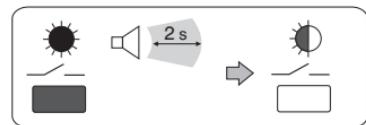

Abb. 8
- Halten Sie die **Taste "—" gedrückt**, bis ein einzelnes akustisches Signal ertönt; lassen Sie die Taste jetzt los: die **LED blinkt** (Abb. 8). Der neue Sender (in Status "Test") ist an den Empfänger angeglichen